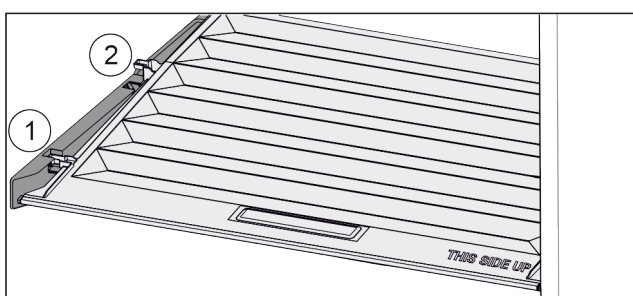

Fig. 25
- ▶ Потянуть крышку до отверстия в поддерживающих деталях вперед Fig. 25 (1).
- ▶ Поднять сзади снизу и извлечь Fig. 25 (2) движением вверх.